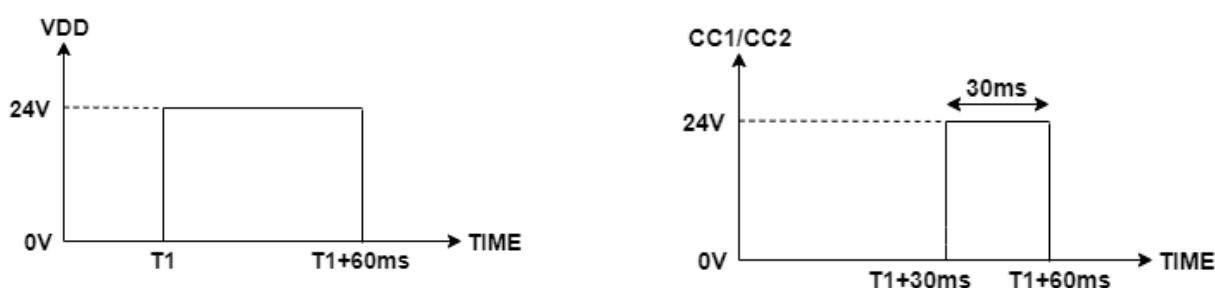

图 3.1: CC1/CC2 最大额定值测试方法
**注意 2:** CC1 和 CC2 的容差按照下列波形进行测试（如图 3.1 所示）：
- (1) 在 T1 时刻，提供 VDD = 24V 电源。
- (2) 在 T1+30 毫秒时，对 CC1/CC2 提供 24V 电源，用于模拟 CC1/CC2 与 VDD (VBUS) 短接的情况。
- (3) 在 T1+60 毫秒时，关闭 VDD 和 CC1/CC2 的电源。
- (4) 根据 USB PD 规范，当检测到 SINK 断开连接时，SOURCE 应在 20 毫秒内关闭 VBUS。
- (5) 最大额定值 24V 是典型值，并且是在实验室室温条件下测试。